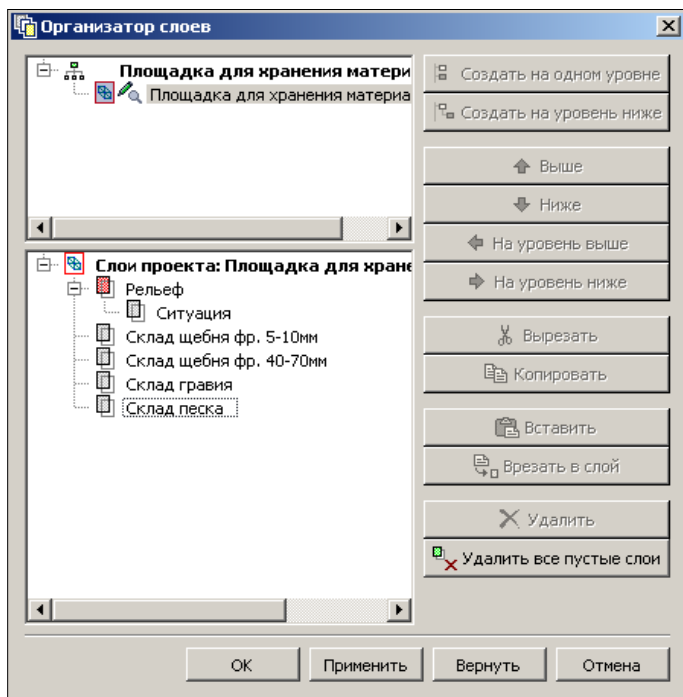

Рис. 3.13
Команды создания, удаления, копирования, вставки и врезки слоев, а также команды, позволяющие изменять структуру слоев в проекте, сосредоточены в диалоге **Организатор слоев** (рис. 3.13).
- Измените имя, данное новому слою по умолчанию, на *Склад песка* (рис. 3.13).